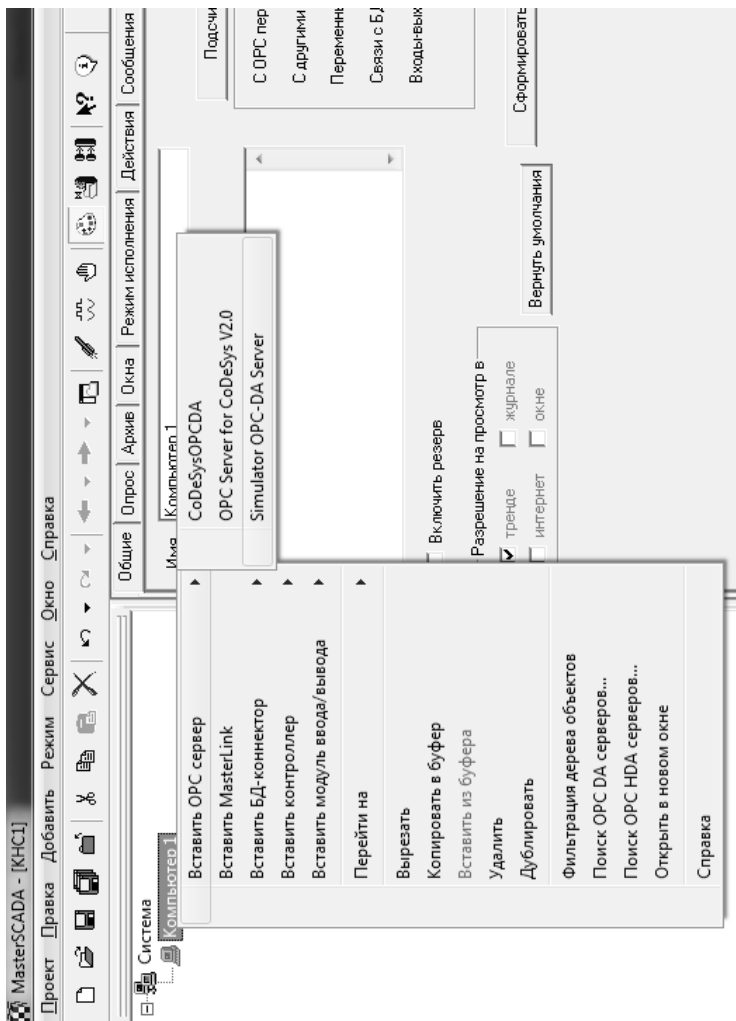

Рис. 2.16. Добавление OPC-сервера в систему
3. Далее необходимо добавить используемый OPC-сервер. Для этого кликнув правой кнопкой мыши на надписи «Компьютер 1», вызываем контекстное меню, выбираем пункт «Вставить OPC-сервер» и добавляем необходимый OPC-сервер – «Simulator OPC DA Server» (рис. 2.16). Если необходимый OPC-сервер отсутствует в списке, то необходимо произвести поиск доступных OPC-серверов. Для этого необходимо выполнить пункт «Поиск OPC DA серверов ...» контекстного меню.